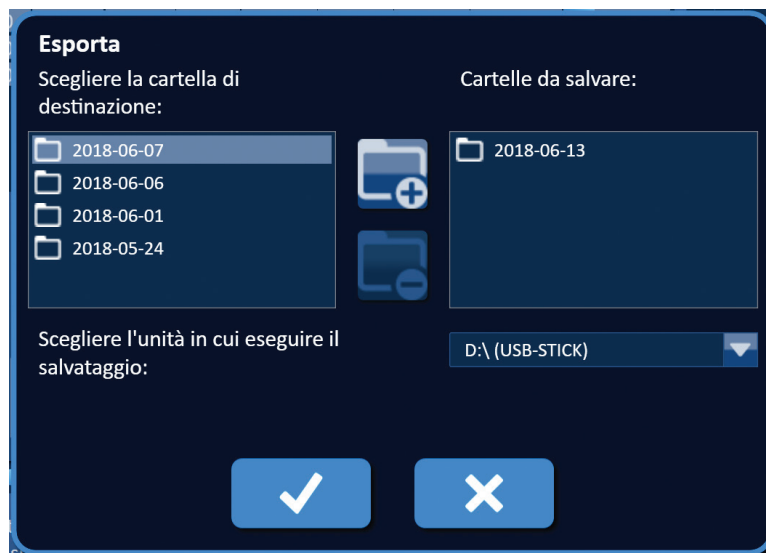

Figura 9.1.3: Finestra di dialogo Esporta - Aggiunta di cartelle
2. Fare clic sul pulsante di aggiunta cartella  per aggiungere la cartella selezionata alla casella di testo "Cartelle da salvare", Figura 9.1.3.